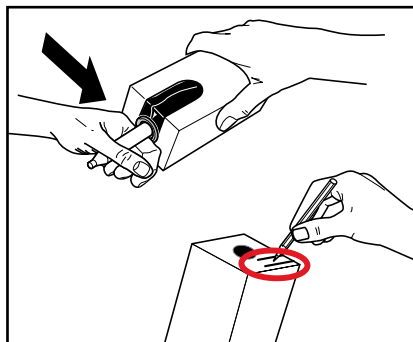

Fig. 19
4. Fjern plastomslaget, og skriv „udløbsdatoen“ på produktpakken. (Fig. 19)
5. Følg anvisningerne på produktpakken for at åbne doseringsenheden. (Fig. 19)